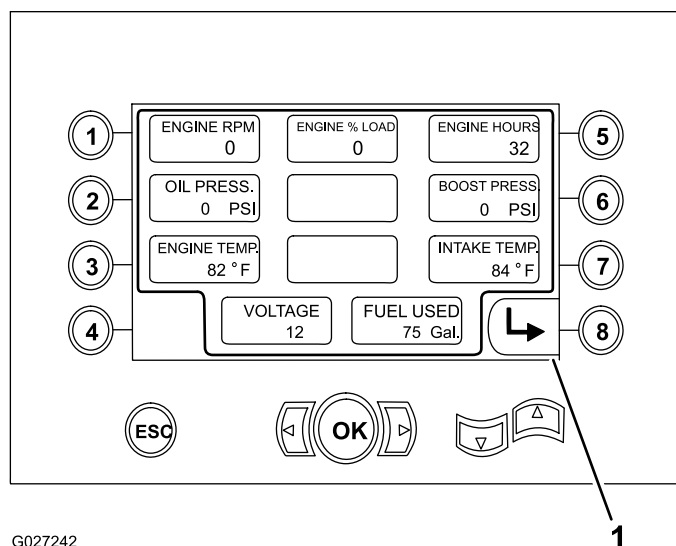

Рисунок 35
- Частота вращения двигателя в об/мин (Рисунок 35)
- Процент нагрузки двигателя (Рисунок 35)
- Нарботка двигателя в часах (Рисунок 35)
- Сигнальные лампы давления масла и надува (Рисунок 35)
- Температура охлаждающей жидкости двигателя и температура на входе (Рисунок 35)
- Напряжение (Рисунок 35)
- Количество израсходованного топлива (Рисунок 35)